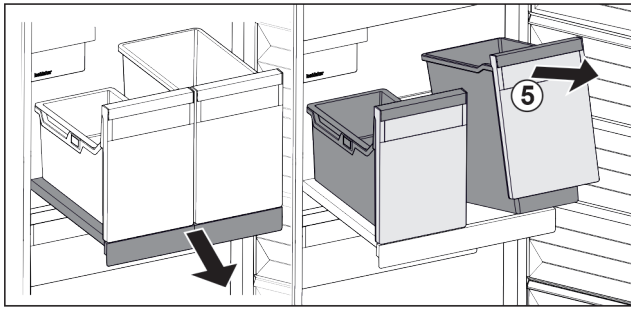

Fig. 18
- ▶ Levantar el recipiente Fig. 18 (5) por delante.